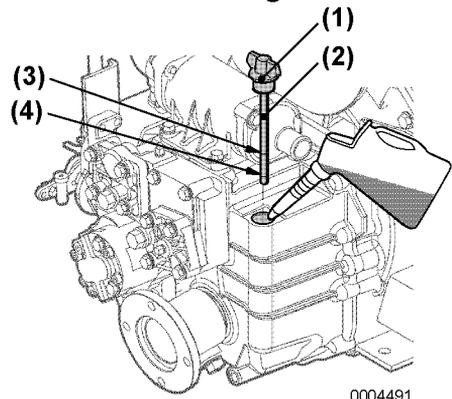

Abbildung 9
2. Füllstutzendeckel (**Abbildung 9, (1)**) an der Oberseite des Gehäuses entfernen.
3. Pegelstab (**Abbildung 9, (2)**) entfernen und mit sauberem Tuch abwischen.
5. Pegelstab herausziehen. Der Flüssigkeitsstand muss zwischen oberer (**Abbildung 9, (3)**) und unterer (**Abbildung 9, (4)**) Markierung am Pegelstab sein.
3. Öl bis zur oberen Markierung am Pegelstab einfüllen (**Abbildung 9, (3)**). *Siehe Schiffsgetriebeöl-Spezifikationen auf Seite 39.* HINWEIS: NIEMALS zu viel Öl in Schiffsgetriebe füllen.